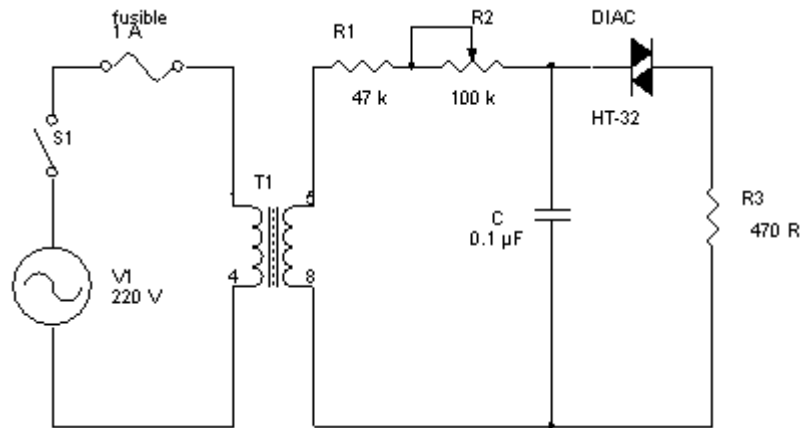

Figure 9-1 : Circuit à base d'un DIAC.
2. Montez le circuit qui apparaît à la figure 9-1. assurez-vous que l'interrupteur S1 est ouvert et que le potentiomètre R2 occupe la position centrale.